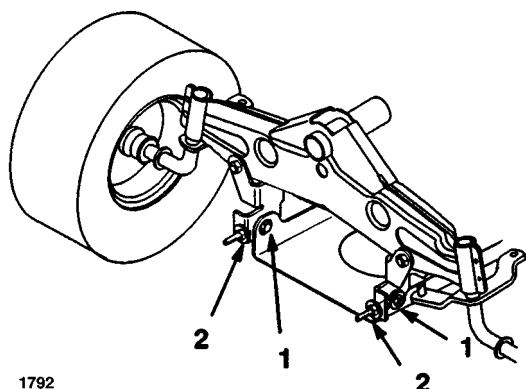

Fig. 53
7. Per regolare l'inclinazione davanti-dietro della lama allentare leggermente i bulloni di montaggio della piastra di articolazione anteriore (Fig. 53).
8. Girare i dadi autobloccanti sui bulloni ad occhio per modificare la registrazione (Fig. 53). Serrare i dadi autobloccanti dei bulloni ad occhio per alzare la parte anteriore del tosaerba, ed allentarli per abbassarla.
9. Dopo avere regolato uniformemente entrambi i dadi autobloccanti dei bulloni ad occhio, controllare di nuovo l'inclinazione davanti-dietro. Continuare a regolare i bulloni ad occhio fin quando la punta della lama anteriore sarà 0-9,2mm più bassa della punta della lama posteriore (Fig. 53).
10. Quando l'inclinazione davanti-dietro è giusta, serrare i bulloni di montaggio della piastra di articolazione (Fig. 53).